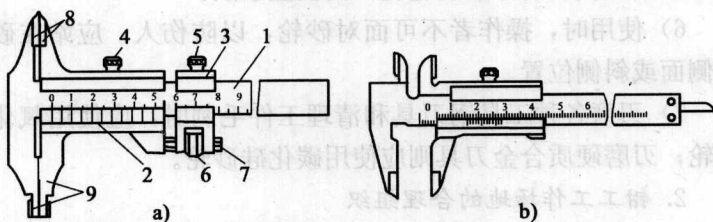

图 1—5 游标卡尺
(1) 游标卡尺的结构。游标卡尺(见图 1—5)可分为三用游标卡尺和双面量爪游标卡尺两种, 它主要由尺身、游标、内量爪、外量爪、深度尺、紧固螺钉等组成。